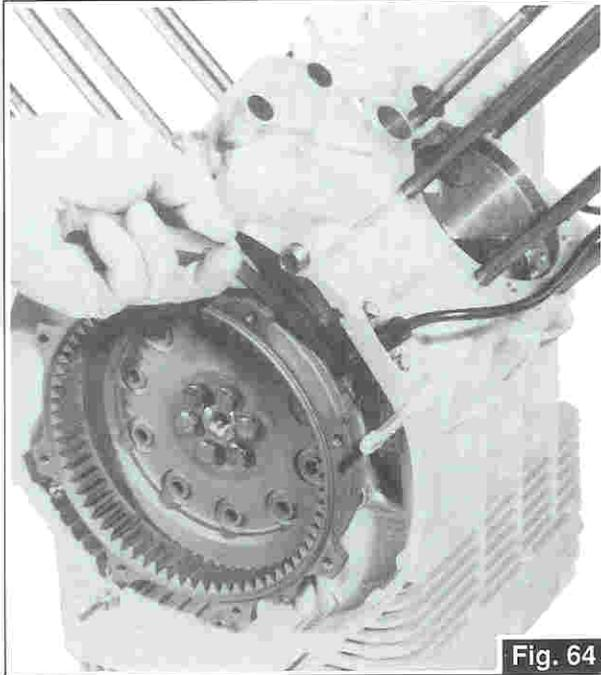

Fig. 64
- Verificare il traferro tra l'estremità del sensore di fase e la superficie dei denti ricavati sul volano motore. Traferro previsto mm 0,3±0,8 (Fig. 64).
- Check the air gap between timing sensor tip and the surface of the tabs on the flywheel. Air gap should be 0.3±0.8 mm (Fig. 64).